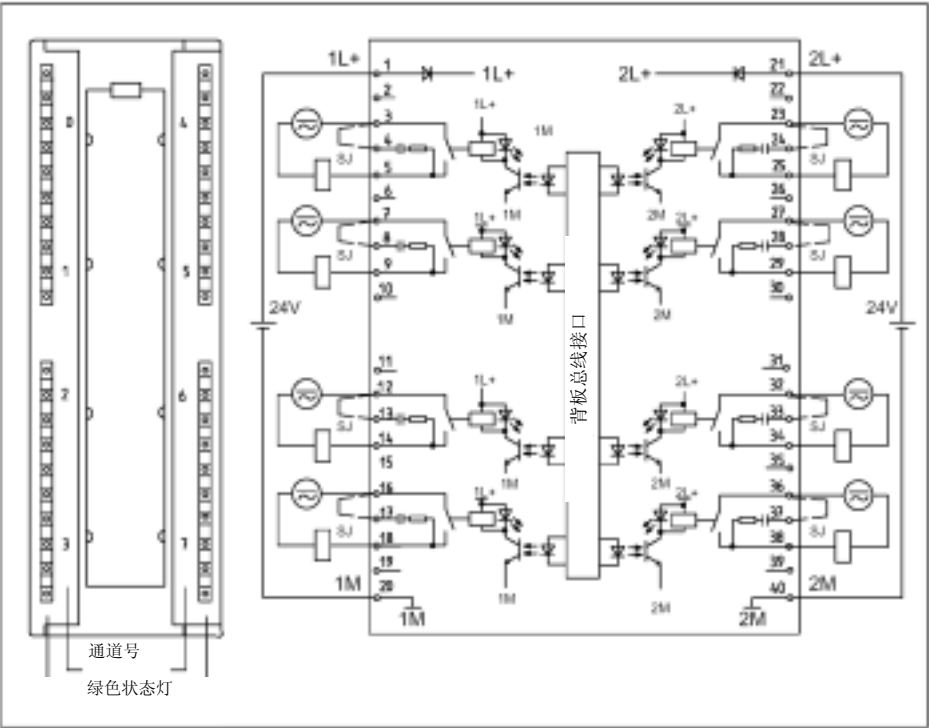

图 3-26 SM 322; DO 8×Rel. 230 VAC/5A 输出模板的端子接线图和框图。
通过在模板上的端子 3 和 4、7 和 8、12 和 13 等间插入跳线 (SJ), 可以实现触点的过压保护 (见图 3-26)。